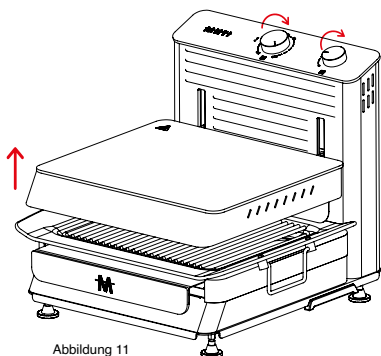
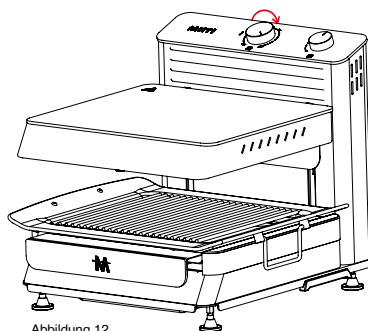

Abbildung 11
Abbildung 12
- Placez l'interrupteur marche/arrêt situé à l'arrière du produit sur la position (I).
- Tournez le bouton de réglage de la distance dans le sens des aiguilles d'une montre pour déplacer l'espace de cuisson réglable et amenez la partie supérieure à la hauteur maximale. (Abbildung 11 - Abbildung 12)
- Réglez le bouton de réglage de la puissance sur la position 100, laissez le produit fonctionner à vide pendant environ 5 à 10 minutes, puis éteignez-le. Cela permet de brûler et d'éliminer les résidus et les dépôts qui sont restés dans le produit pendant la production. Au cours de ce processus, les éléments chauffants du produit peuvent dégager des odeurs et de la fumée. Aérez la pièce pour éviter les odeurs et la fumée. (Abbildung 12).